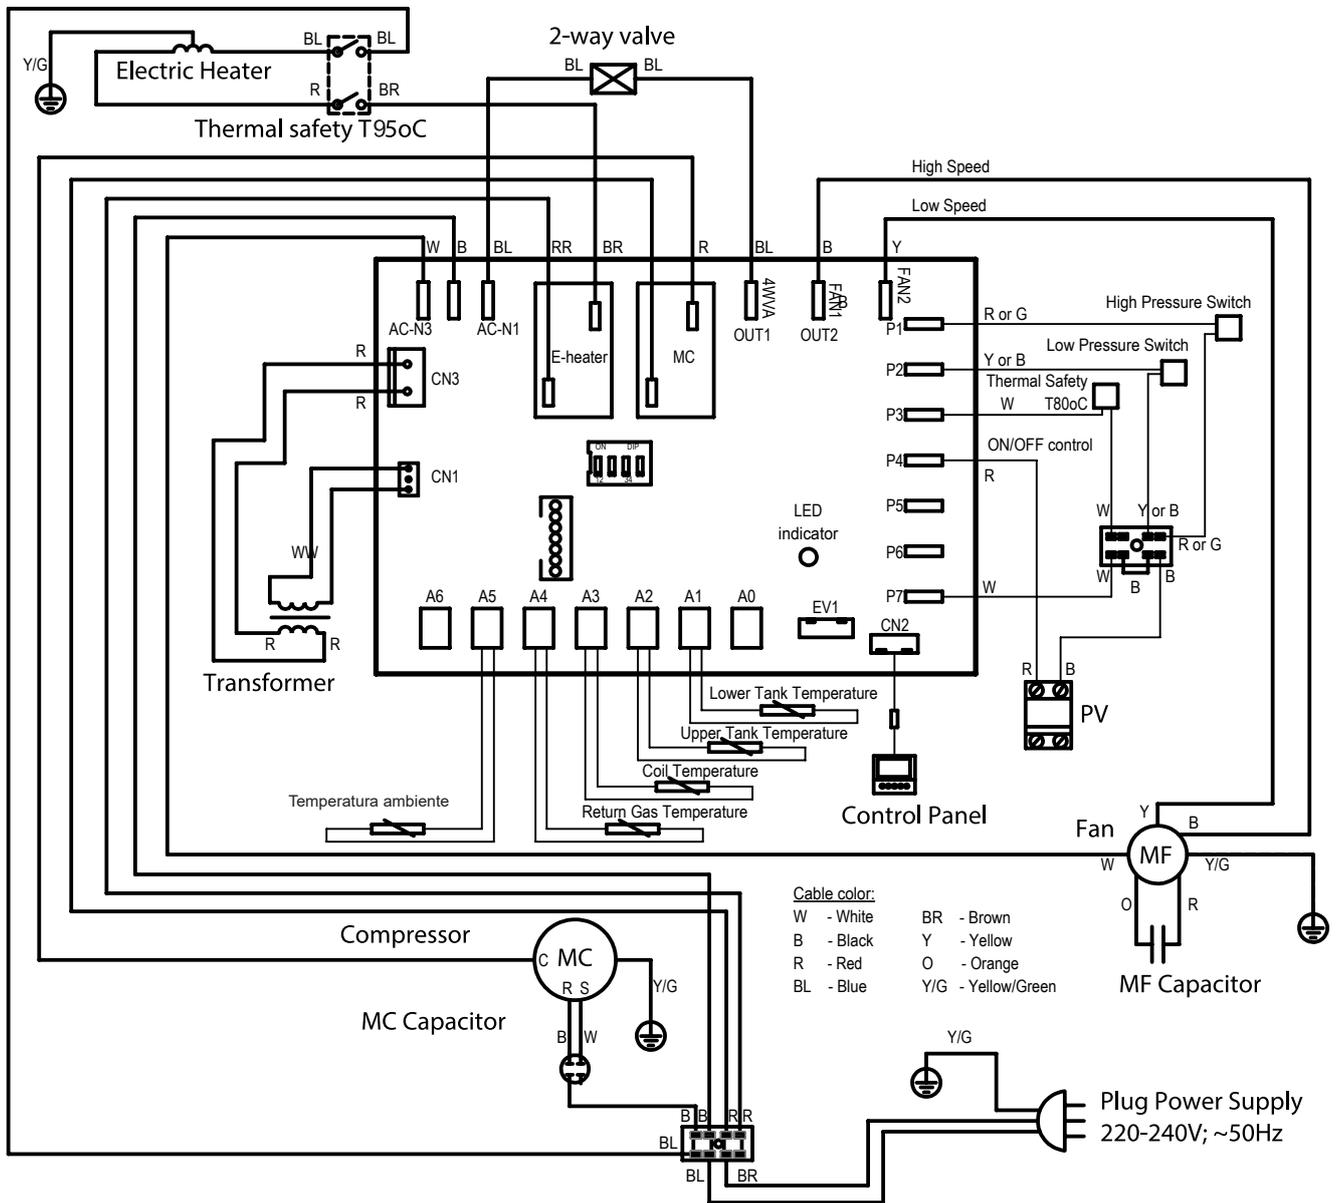

Fig. 23
9.1. Esquema de cableado. (Fig. 23) y Circuito de refrigerante. (Fig. 23a)
Se debe transmitir una señal de encendido/apagado por cable desde la unidad de control del sistema FV a la placa electrónica principal de la bomba de calor para ACS. El cable debe conectarse a los contactos libres designados para "FV" (Fig. 23), ubicados en la placa electrónica principal.
El contacto FV (Fig. 23) debe estar conectado al sistema FV. La lógica de la función FV es la siguiente: